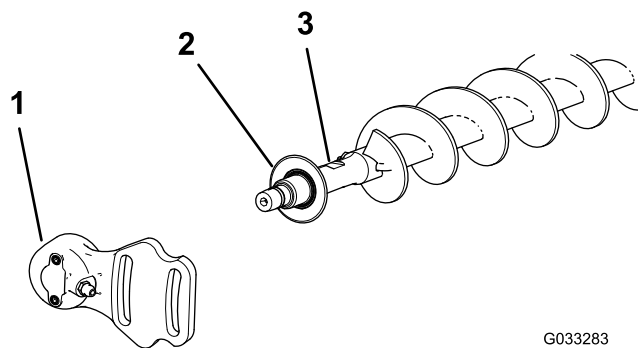
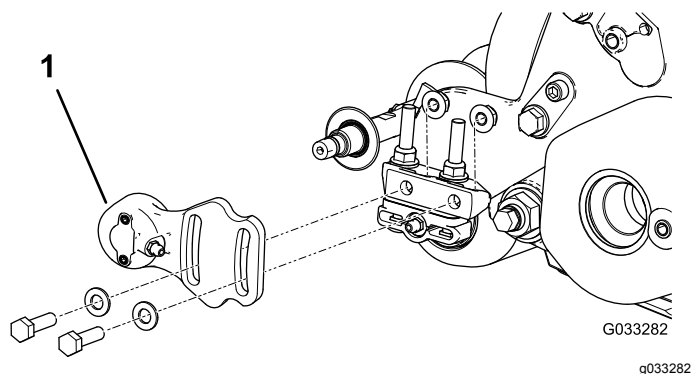

图 18
图 17
1. 如果滚刀组上安装有一个滚筒刷应拆下将非传动轴承座固定到轴承座安装支架图 17 和图 18 上的 2 个螺栓、垫圈和螺母。
2. 滑动非传动轴承座和防尘圈从刷轴上取下来图 18。
9. 把防尘圈和非传动轴承座安装到刷轴上图 18。